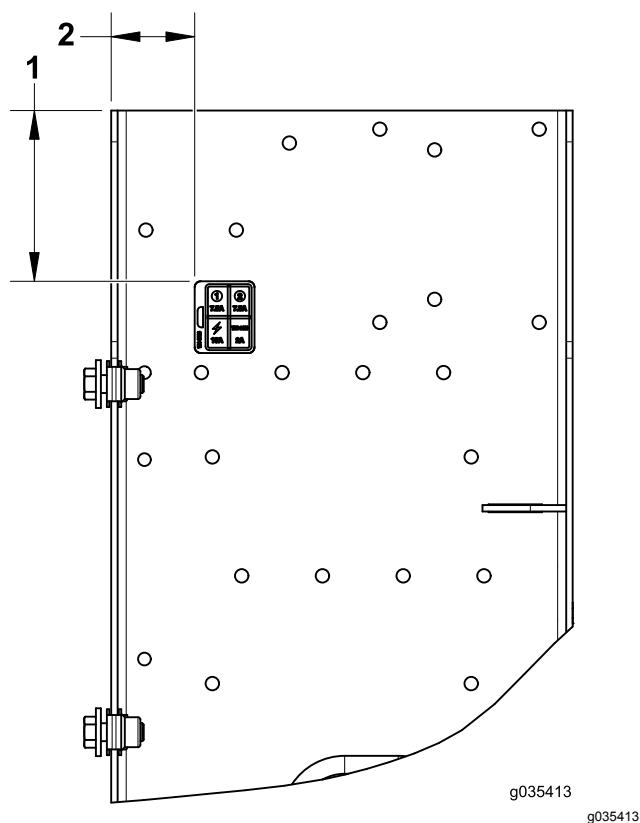

図 10
2. 図 10 に示す位置にヒューズステッカーを貼り付ける。